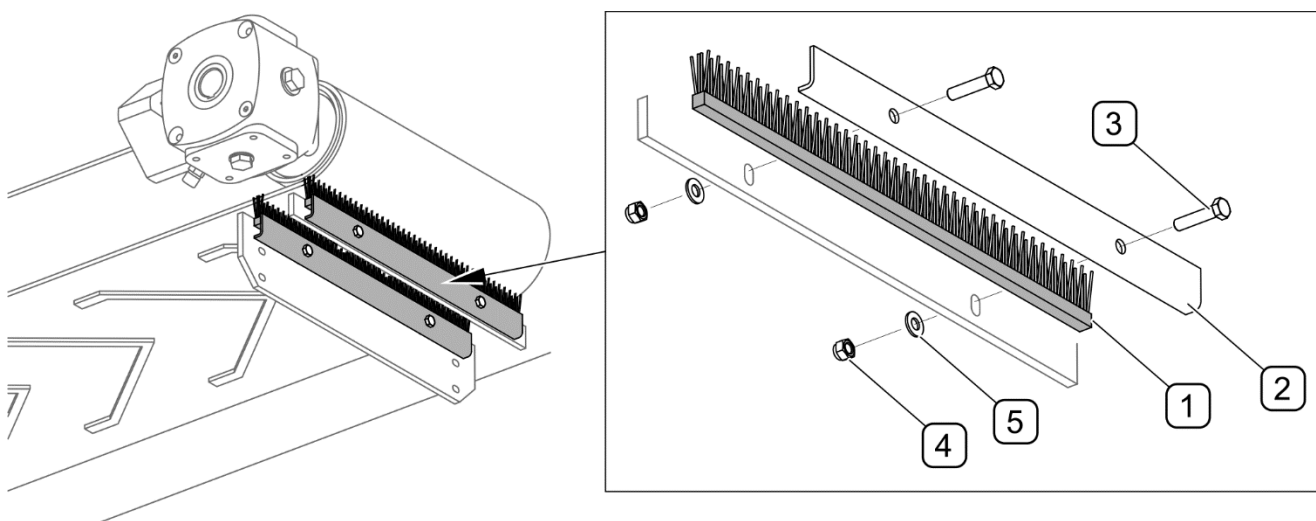

РИСУНОК 5.11 Замена щеток транспортной ленты
- Отвинтить болты (3) и снять прижимную планку (2) (РИСУНОК 5.11).
- Снять изношенную или поврежденную щетку (1) и заменить новой.